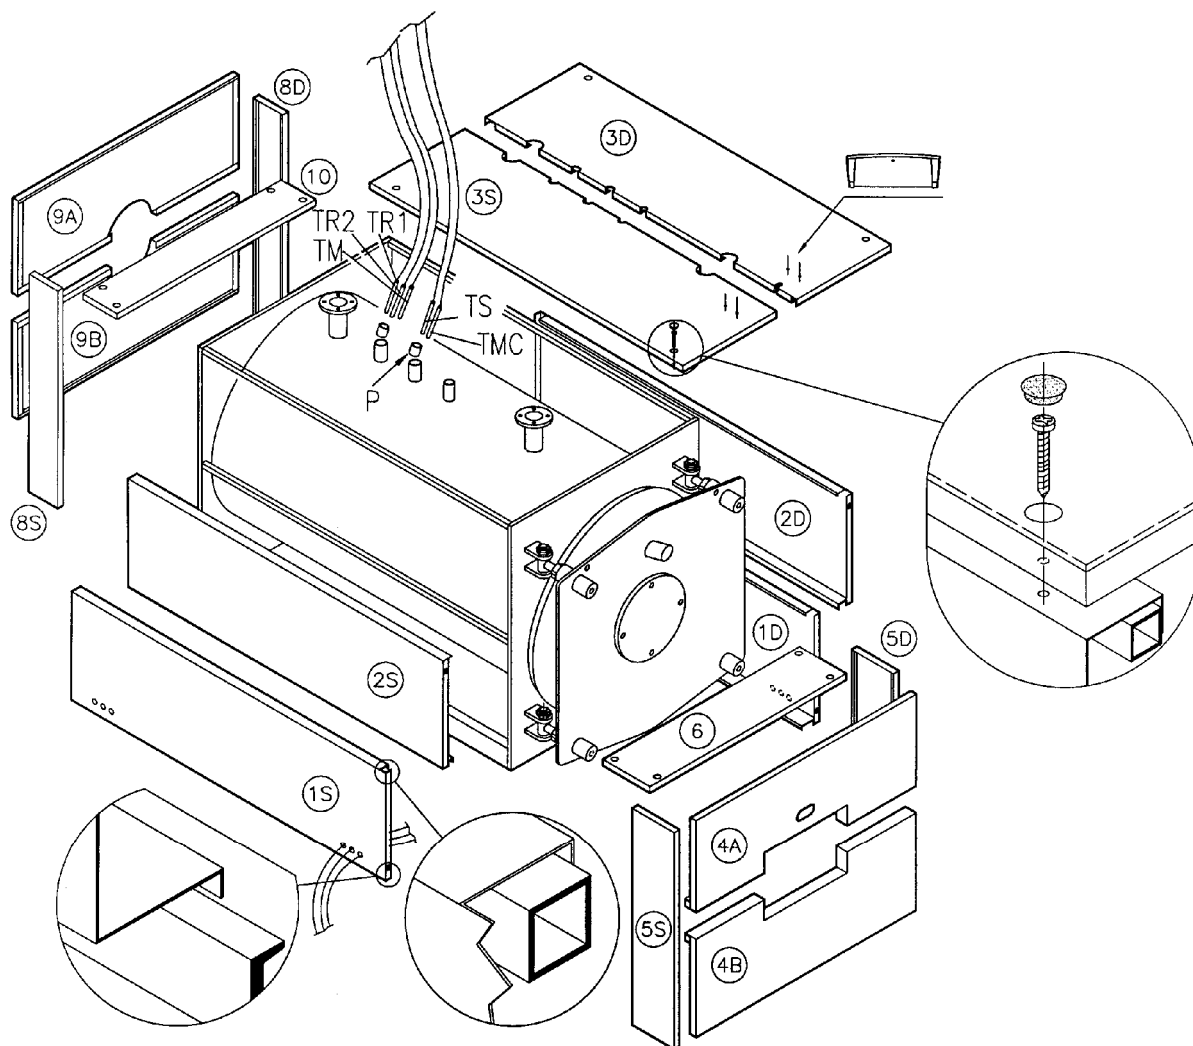

Рис. 9
4.3 ОБШИВКА КОТЛА REX/REX К 50÷130 (Рис. 9)
- a) Обернуть стекловатой корпус котла, оставив видимыми Зумпфы для колб (P), расположенные на правой стороне.
- d) Установить верхнюю панель (3S) на котел; зафиксировать панель управления на панели (3S); размотать капилляры термостатов и термометра и вставить колбы в зумпфы (P).